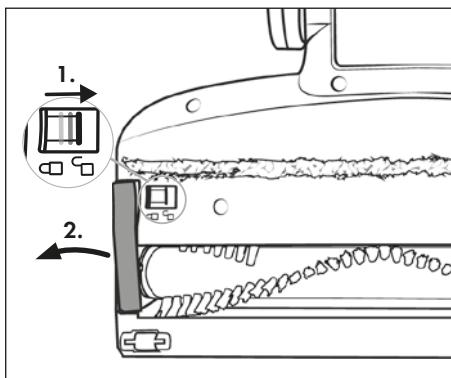

Fig. 24
- 2) Déverrouillez le rouleau-brosse 21 en faisant glisser le dispositif de déverrouillage du rouleau-brosse 19 vers la droite du doigt, puis retirez le support du rouleau-brosse 20 de la brosse de sol 22 (voir figure 24).